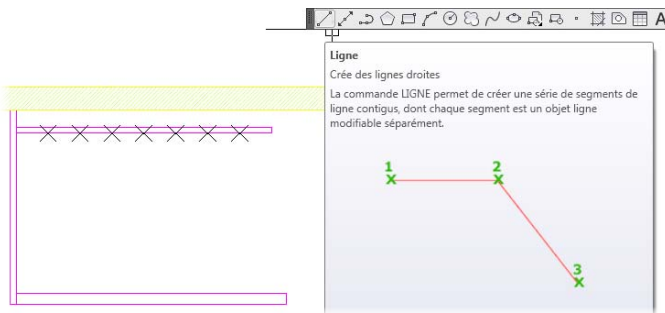

Figure 3.65
6. Vous pouvez désormais dessiner les marches avec l'outil Ligne, puisque vous avez maintenant la division exacte de la longueur avec des marches de même giron (voir Figure 3.65).